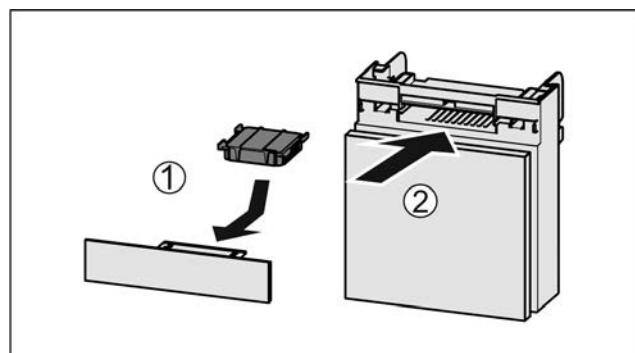

Fig. 51
- Установите фильтр с активированным углем, как показано на рисунке Fig. 51 (1).
- Вставьте отделение Fig. 51 (2).